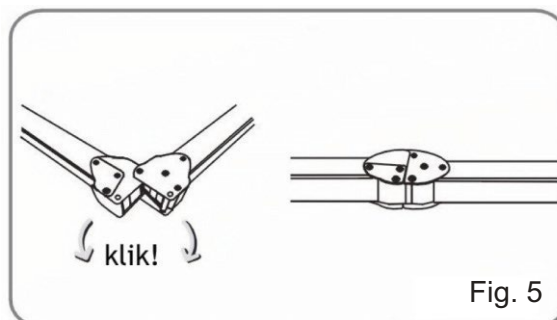

Fig. 5
2. Montați cadrul, astfel încât să fie auzită blocarea în fiecare dintre articulații. Repetați același pas pentru secțiunile mai scurte ale cadrului (Fig. 5 și 6).